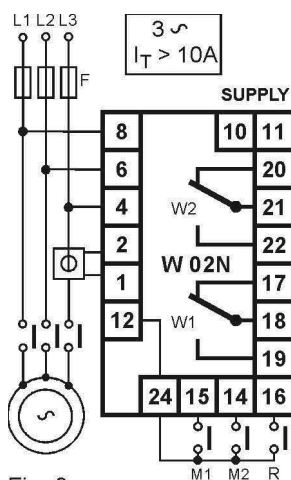

Fig. 9
Seguire lo schema di fig. 9
b) Se I_t è maggiore di 10A si deve usare un riduttore di corrente (TA)../5 oppure/1 (schema di fig.9).
Il collegamento si esegue secondo fig.9. Dalla tabella A si ricava che il fondo scala di corrente più vicino, immediatamente superiore al valore di I_t , è 25A.
(Rif. Fig. 9)
CONNECTION WITH CT (Ref. Fig. 9)
Follow diagram of fig. 9